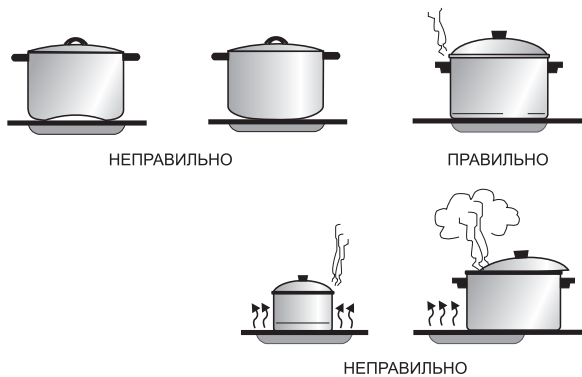

Рис. 29
- Для плит со стеклокерамической варочной панелью используйте посуду с плоским и ровным дном (рис. 29). Нежелательно, чтобы дно имело металлический зеркальный блеск, так как это отражает тепловое излучение и увеличивает время приготовления. Лучше всего подходит посуда с матовым или темным дном. Жаропрочная стеклянная посуда тоже подходит, но она инерционна – долго нагревается и в ней сложно быстро уменьшить нагрев.